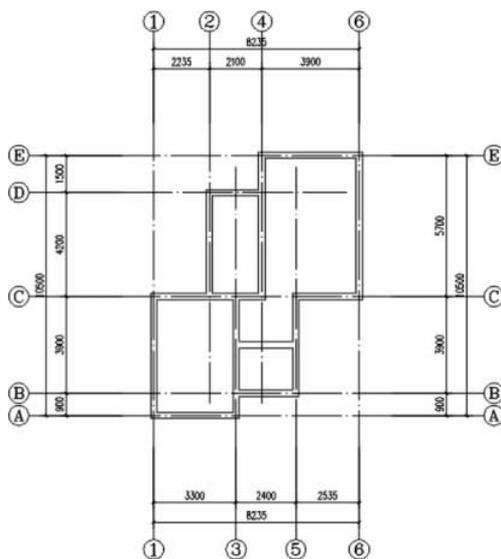

图 3-19 净距偏移
净距偏移如图 3-19 所示。
(1) 单击菜单中“墙体”→“净距偏移”命令,偏移距离设置为“1710”,绘制内墙,结果如图 3-19 所示,命令行提示如下。